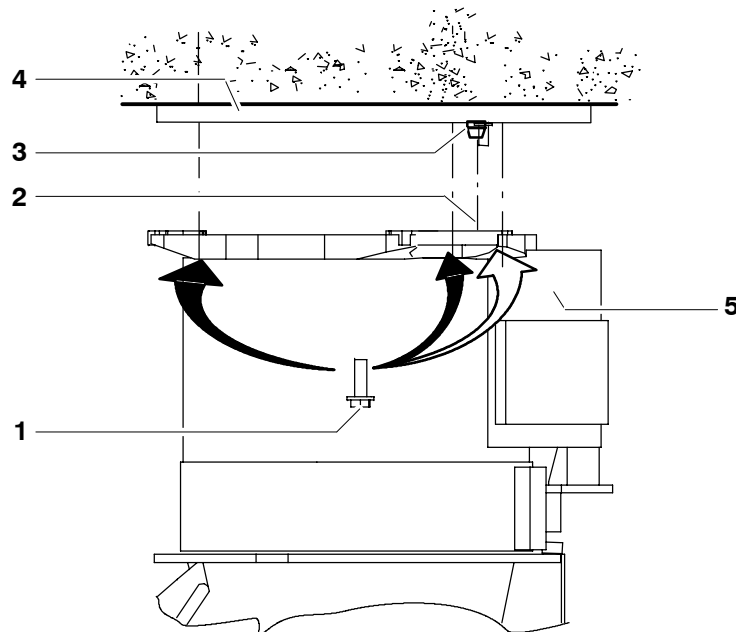

Fig. 53 Montage du manipulateur au plafond
- (3) Poser le manipulateur (Fig. 53/5) verticalement au plafond (4) ou à la construction en acier pour exclure un endommagement des boulons.